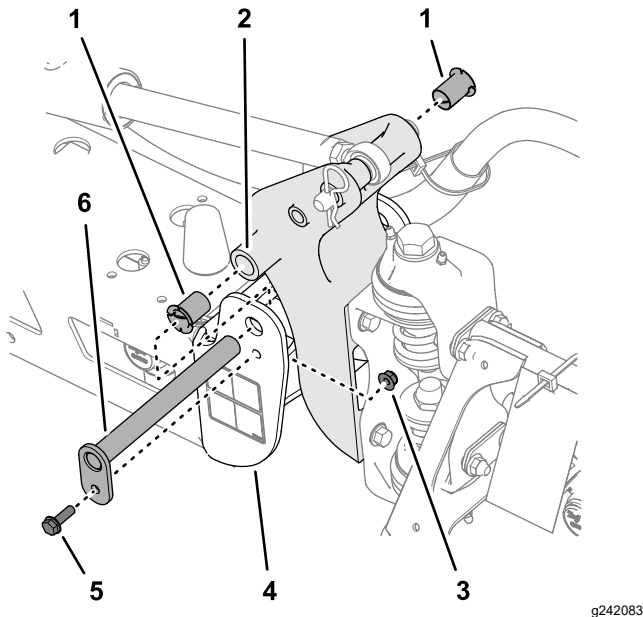

Figura 152
3. Retire el perno y la tuerca que sujetan el pasador de giro y retire el pasador (Figura 152).
5. Retire los casquillos de nylon desde delante y desde detrás del soporte de giro e inspecciónelos (Figura 152).
6. Lubrique los casquillos de nylon con una pequeña cantidad de aceite, e instale los casquillos en el soporte del giro (Figura 152).
7. Alinee los taladros del soporte de giro con los taladros del canal final (Figura 152).